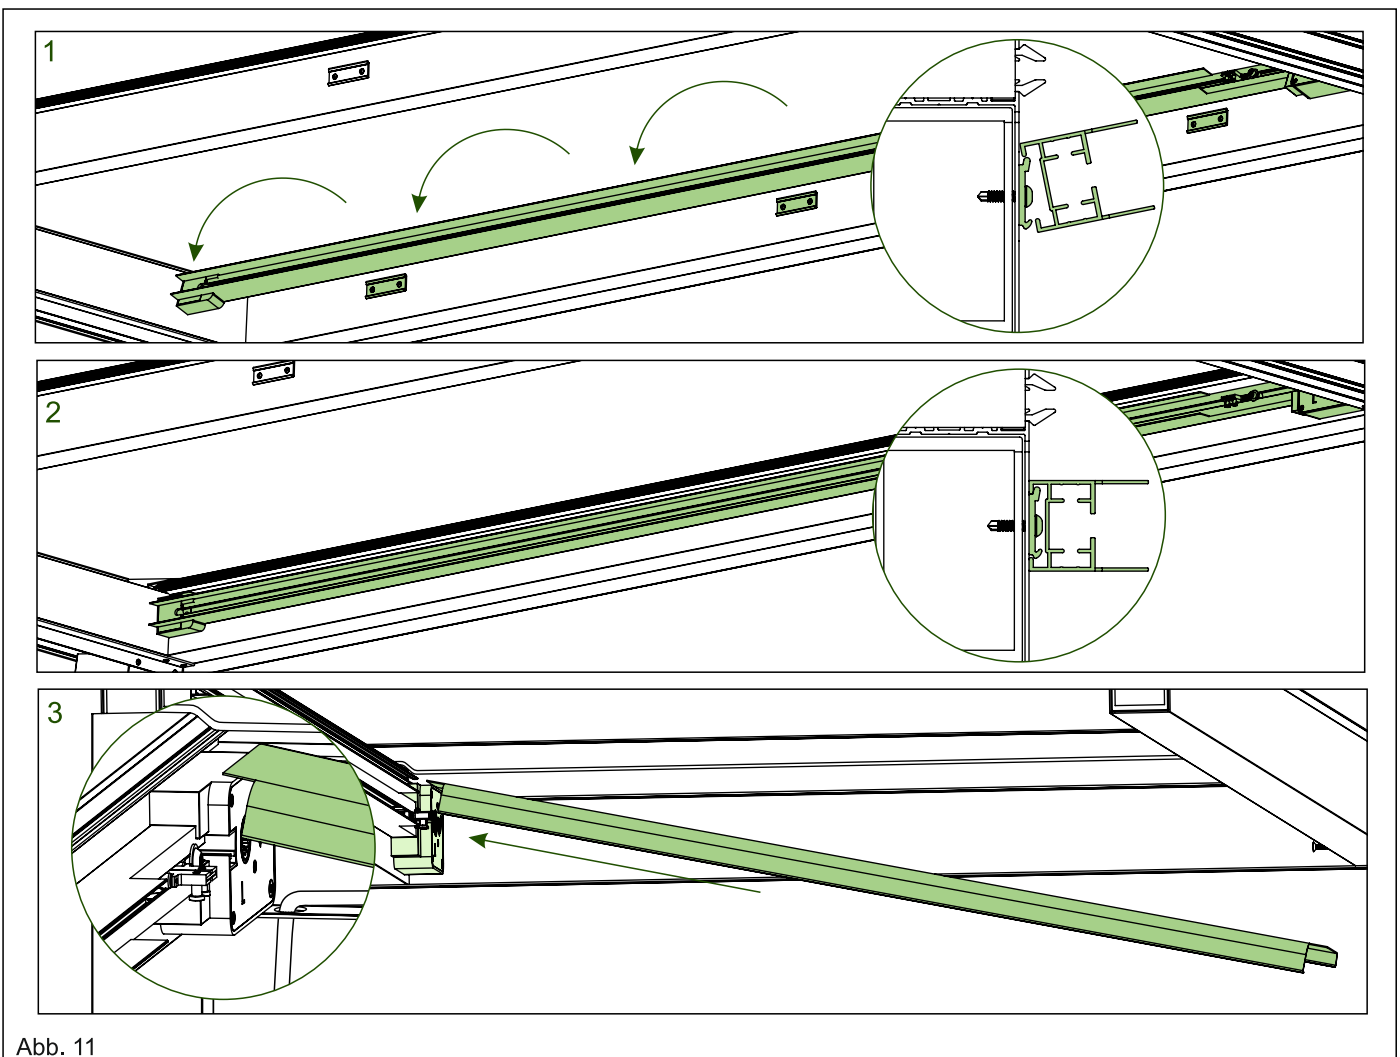

Abb. 11
12. 1-2. Stecken Sie die als erstes die Linke Schiene auf die dafür vorgesehenen Halterungen in dem Sie diese von Oben auflegen und nach unten einrasten. Wir empfehlen Ihnen diese oben am Wandprofil anzusetzen da dort mehr Platz zur Verfügung steht um das Rinnenprofil nicht zu beschädigen. Achten Sie dabei auf die korrekte Ausrichtung. Die Motorhalterungen befinden sich am oberen Ende jeder Schiene und werden an der zur Wand zeigenden Seite der Terrasse montiert. Sie sind jeweils mit einem Buchstaben gekennzeichnet: „L“ für links und „R“ für rechts. Achten Sie darauf, die Schienen entsprechend dieser Markierungen korrekt zu befestigen. 3. Setzen Sie die Motorabdeckung auf das Gehäuse der Linken Motorhalterung, lassen Sie es jedoch noch nicht einrasten. (Siehe Abb. 11)